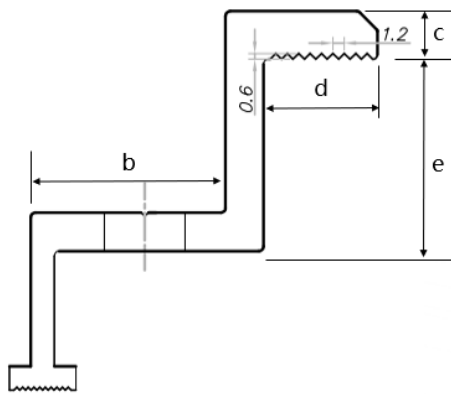

图8 边压块横截面示意图
⑦ 为防止安装组件后脱框，建议选择边缘安装压块和中间安装压块与边框 A 面接触面均带有花纹槽结构的压块，花纹槽结构建议数量为 9 个左右，相邻花纹槽距离建议 1.2mm 左右，花纹槽深度建议 0.6mm 左右，如图 8 所示。